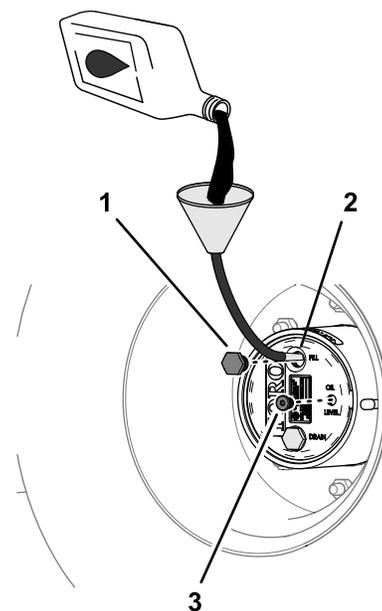

图 88
4. 如果润滑油油位较低应取出加油塞添加指定润滑油直至油开始从检查塞孔中流出图 88 请参阅行星齿轮传动润滑油规格 (页码 57)。
6. 安装加油塞和检查塞图 88。
- 通过加油塞孔缓慢添加指定齿轮润滑油请参阅 检查行星齿轮传动润滑油 \(页码 57\) 中的图 88。
- 安装加油塞和检查塞请参阅 检查行星齿轮传动润滑油 \(页码 57\) 中的图 88。